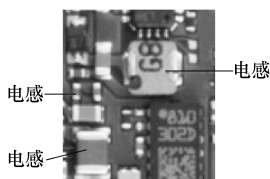

图 3-6 贴片电感
1) 有的贴片电感的外形和数字标识与贴片电阻是一样的，只是贴片电感没有数字，取而代之的是一个小圆圈，如图 3-6 所示。